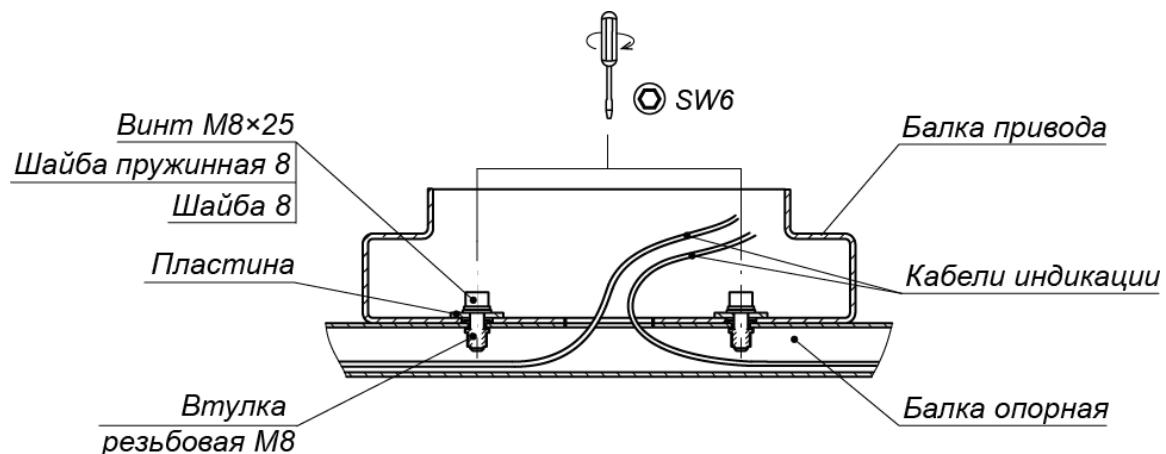

Рисунок 15. Крепление балки привода (8) с балкой опорной (7)
- Используя две стремянки, осторожно установите балку сверху на турникет, при этом две шпильки, расположенные на секциях (6) формирователя прохода, должны попасть в соответствующие отверстия в балке. Будьте внимательны – не повредите соединительные кабели!
- Придерживая балку, осторожно приподнимите ее со стороны стойки с препреждающими планками (5) и пропустите концы кабелей в соответствующие отверстия балки привода: кабели индикации (12) из балки опорной (7), а также кабели питания и управления из стойки с препреждающими планками (5) (для варианта прокладки внешних кабелей снизу). Временно закрепите их внутри балки (к примеру, с помощью скотча).
- Закрепите балку привода на секциях (6) формирователя прохода двумя гайками M10 с шайбами (см. рис. 15), навернув их на шпильки с помощью торцового ключа S17. Затяжка гаек предварительная, для возможности регулировки положения.